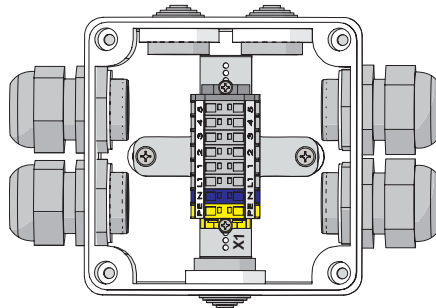

Рис. 1 Коробка подключения электроэнергии
- Выбранный кабель питания должен соответствовать мощности завода. Он подсоединяется к электрическим клеммам X1 (рис. 1) или к рубильнику (заказывается в качестве приложения и монтируется монтером). Площадь поперечного сечения клемм управления и питания – 2,5 мм².
- Управление вентилятором 0-10 В постоянного тока подсоединяется к клеммам электрической коробки X1 (рис. 1).